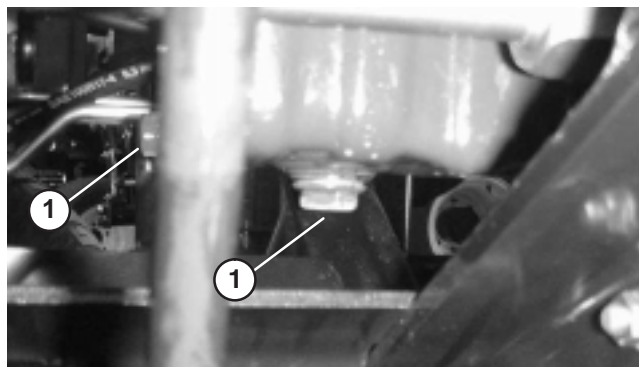

Figure 47
1. Enlevez le bouchon de vidange (Fig. 47) et laissez s'écouler l'huile dans un bac de vidange. Remettez le bouchon quand toute l'huile s'est écoulée.